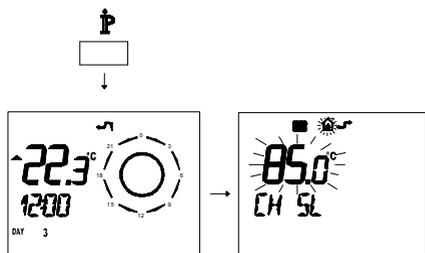

Figura 8.12
- Premere per più di 3 secondi il pulsante  per entrare in modalità *INFO* (Figura 8.12).